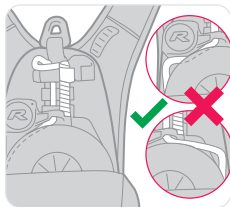

Figura 6
- Inspeccione la línea de descenso y compruebe que no esté 'floja' entre el tambor y el soporte (consulte la figura 6). Si la línea está floja, deberá retirar del servicio el Latchways PRD y ponerse en contacto con MSA o un agente autorizado.